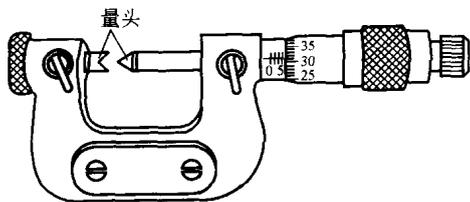

图 1-16 螺纹千分尺
(3) 螺纹千分尺 这种千分尺是用来测量螺纹中径的，其结构与外径千分尺相似。如图 1-16 所示。它有两个可调换的量头，量头的角度与螺纹牙型角相同。其测量范围是螺距为 0.4~6mm 的普通螺纹。